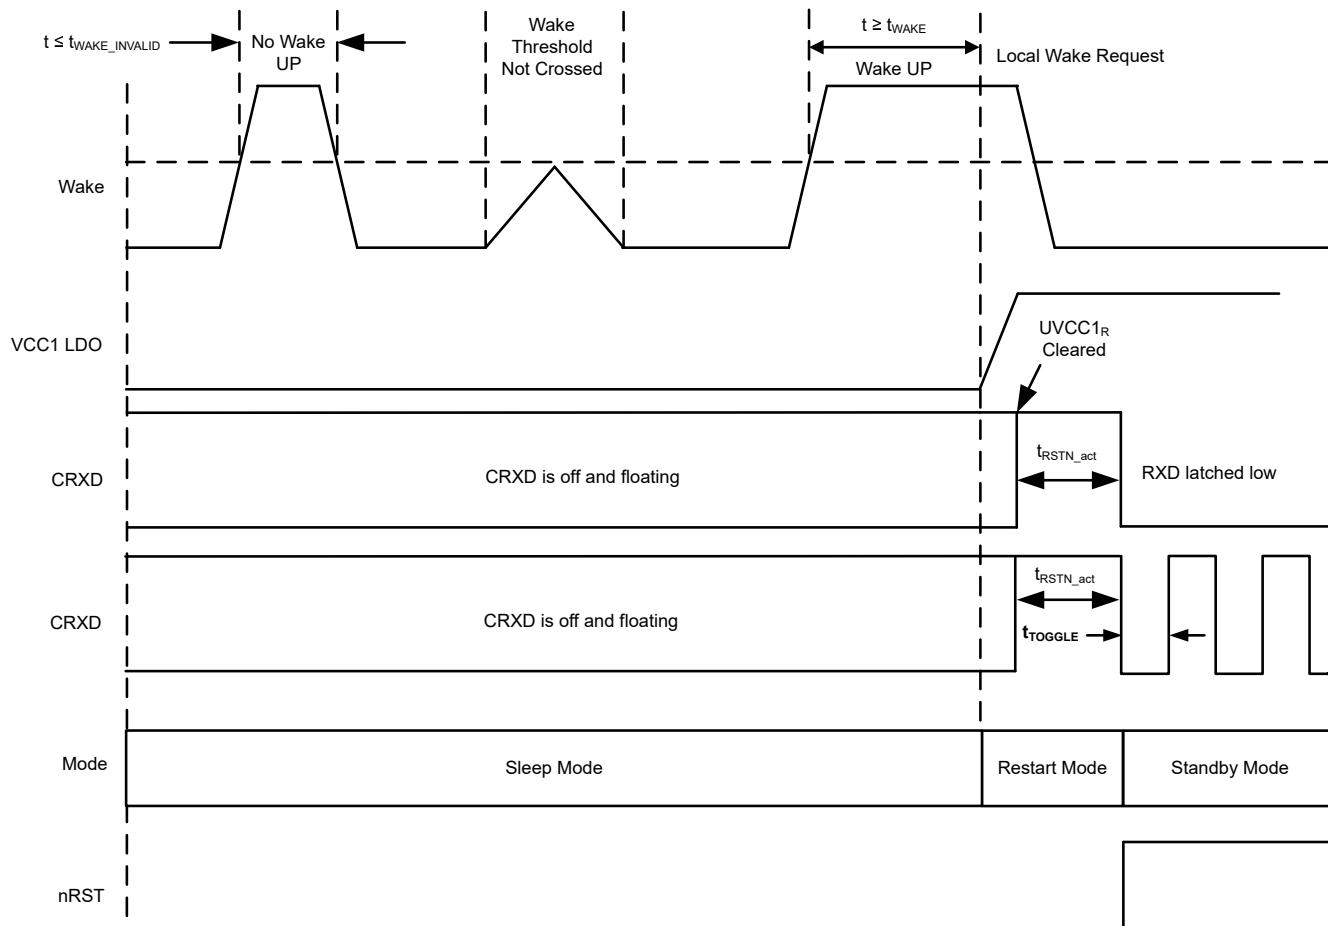
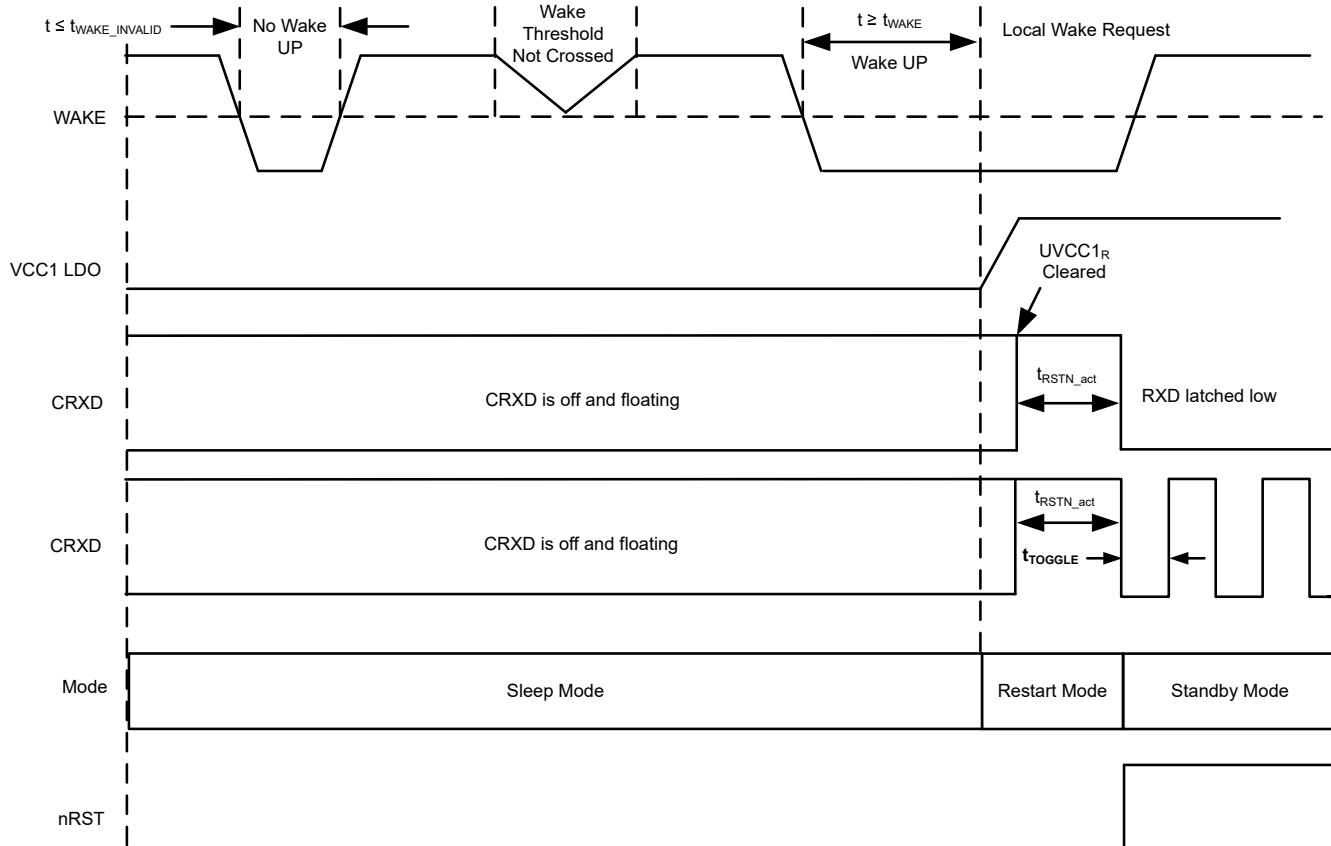

图 8-18. 本地唤醒 – 上升沿
图 8-19. 本地唤醒 - 下降沿
WAKE_x 引脚默认为静态检测唤醒（WAKE_CONFIG2、WAKE_CONFIG4 和 WAKE_CONFIG5 寄存器中 WAKE_x_SENSE 寄存器位的默认值）。WAKE_x 引脚默认为双向输入，但可通过 WAKE_CONFIG 寄存器 8'h11[7:6] 配置为上升沿和下降沿转换，具体请参阅图 8-18 和图 8-19。WAKE 引脚是基于接地的唤醒输入，可与开关一起连接到接地或 V_{SUP}。WAKE_x 引脚输入阈值可以基于 VCC1 电平，从而允许直接连接到处理器或通过开关连接到 VCC1 电源压轨。如果不使用该端子，则将其接地，以避免不必要的寄生唤醒。在器件进入睡眠模式后，WAKE_x 端子电压电平需要在 t_{WAKE} 时间内一直处于低电平或高电平状态，才能确定 WAKE 输入的状态转换。小于 $t_{WAKE_INVALID}$ 的脉冲宽度会被滤除。
- 图 8-18 和图 8-19 提供了上升沿或下降沿 WAKE 输入的示例。一旦 $VCC1 > UVCC1$ 并且进入待机模式，RXD 会被拉至低电平。